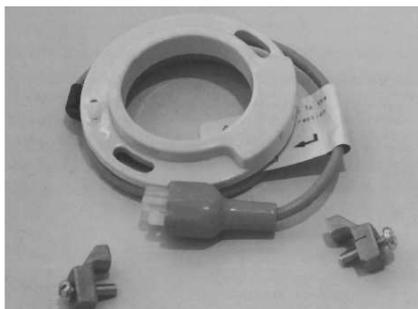

figura 4
1. **Instalación del sincronizador** (ver figura 4)